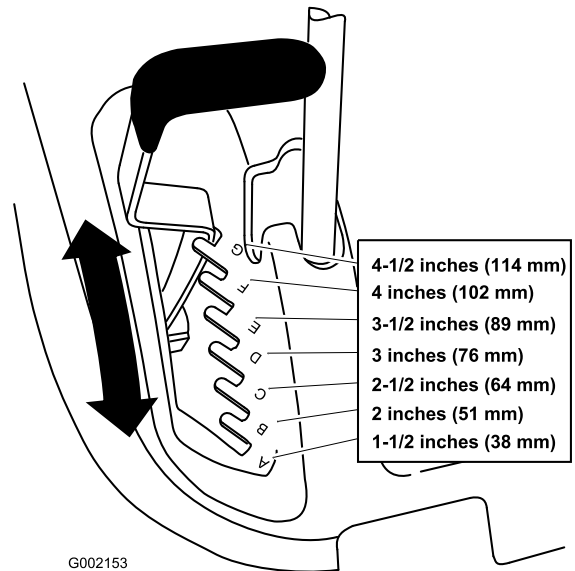

Figura 12
1. Levante la palanca de ajuste de la altura de corte a la posición de transporte (que es también la posición de altura de corte de 114 mm) (Figura 12).
2. Para ajustar, tire de la palanca de ajuste de la altura de corte y colóquela en la posición deseada (Figura 12).